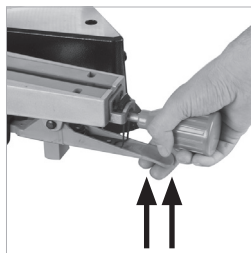

Fig. 31
- Tire hacia arriba de la palanca de ajustes prefijados. (**Fig. 31**)